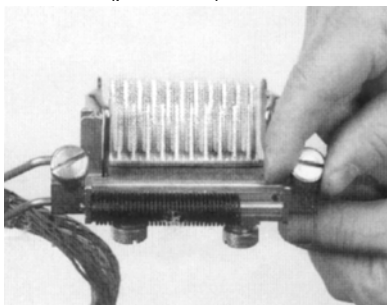

Рис.6.33. Фиксация держателей на сращивающей головке
6.2.12. Закрепить левый и правый держатели на сращивающей головке с помощью винтов (рис. 6.33).